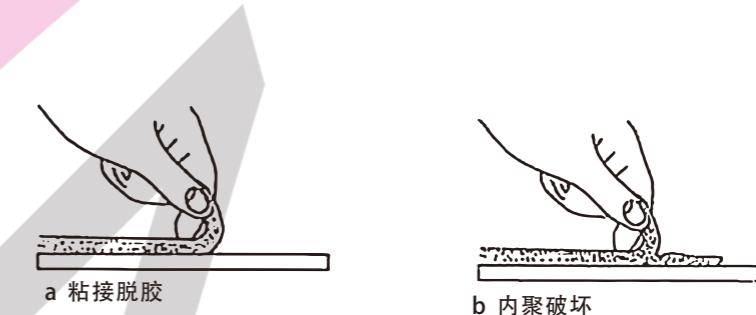
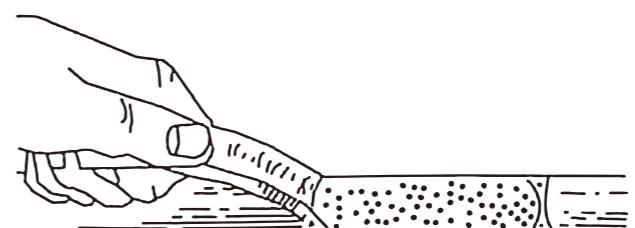

图1 随批剥离粘接性测定示意图
图2 单元件切胶剥离粘接性测定示意图
- (1)取和玻璃单元件同质量的玻璃和铝型材,随单元件同时分别按2~3施工程序清洗、涂施结构胶。
- (2)注施的结构胶在2a条件下放置,放置时间为七天。
- (3)按图1从胶条一端以垂直或大于90°方向用力剥离结构胶,检查结构胶发生粘接脱胶a或内聚破坏b现象,记录内聚破坏百分比。测定中,如果结构胶发生断裂,表明粘接良好(粘接强度大于内聚强度);如果在胶内气孔或缺陷处发生断裂,表明施工操作技术存在问题。
- (1)应从每100个单元件中随机抽取一件。抽取试验的单元件上结构胶应初步固化。单组份结构胶应固化14天。
- (2)切开装配框与玻璃之间的结构胶,使玻璃与铝框分开,然后用刀切断结构胶并沿基材水平方向切出长约50mm的胶条。
- (3)按图2所示,用手紧握结构胶胶条以大于90°方向剥离,检查结构胶发生内聚(图1.b)或脱胶(图1.a)现象,记录内聚破坏的百分比。